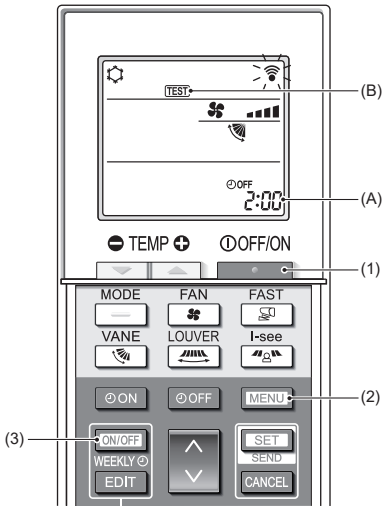

Fig. 7-5
7.2.2. Utilisation de la télécommande sans fil (Fig. 7-5)
■ Essai de fonctionnement (Fig. 7-5)
- Appuyez sur le bouton (1) pour arrêter le climatiseur.
- Si la minuterie hebdomadaire est activée (WEEKLY est affiché), appuyez sur le bouton (3) pour la désactiver (WEEKLY disparaît).
- Appuyez sur le bouton (2) pendant 5 secondes.
- Appuyez sur le bouton (2).
- TEST (B) s'allume et l'appareil entre en mode essai de fonctionnement.